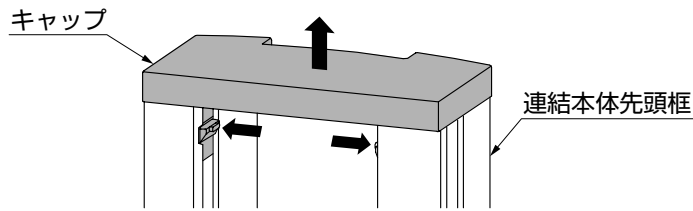

図6-4
- ① 連結本体先頭框のキャップの突起部を押して、上に引上げてはずしてください。（図6-4参照）
(2) 本体と連結本体の組付け